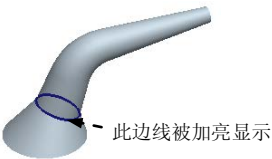

图 4.3.32 边线被加亮显示
- Step3. 在“相切”界面中选择“终止截面”，将“终止截面”设置为“相切”，此时模型中图 4.3.32 所示的边线被加亮显示。